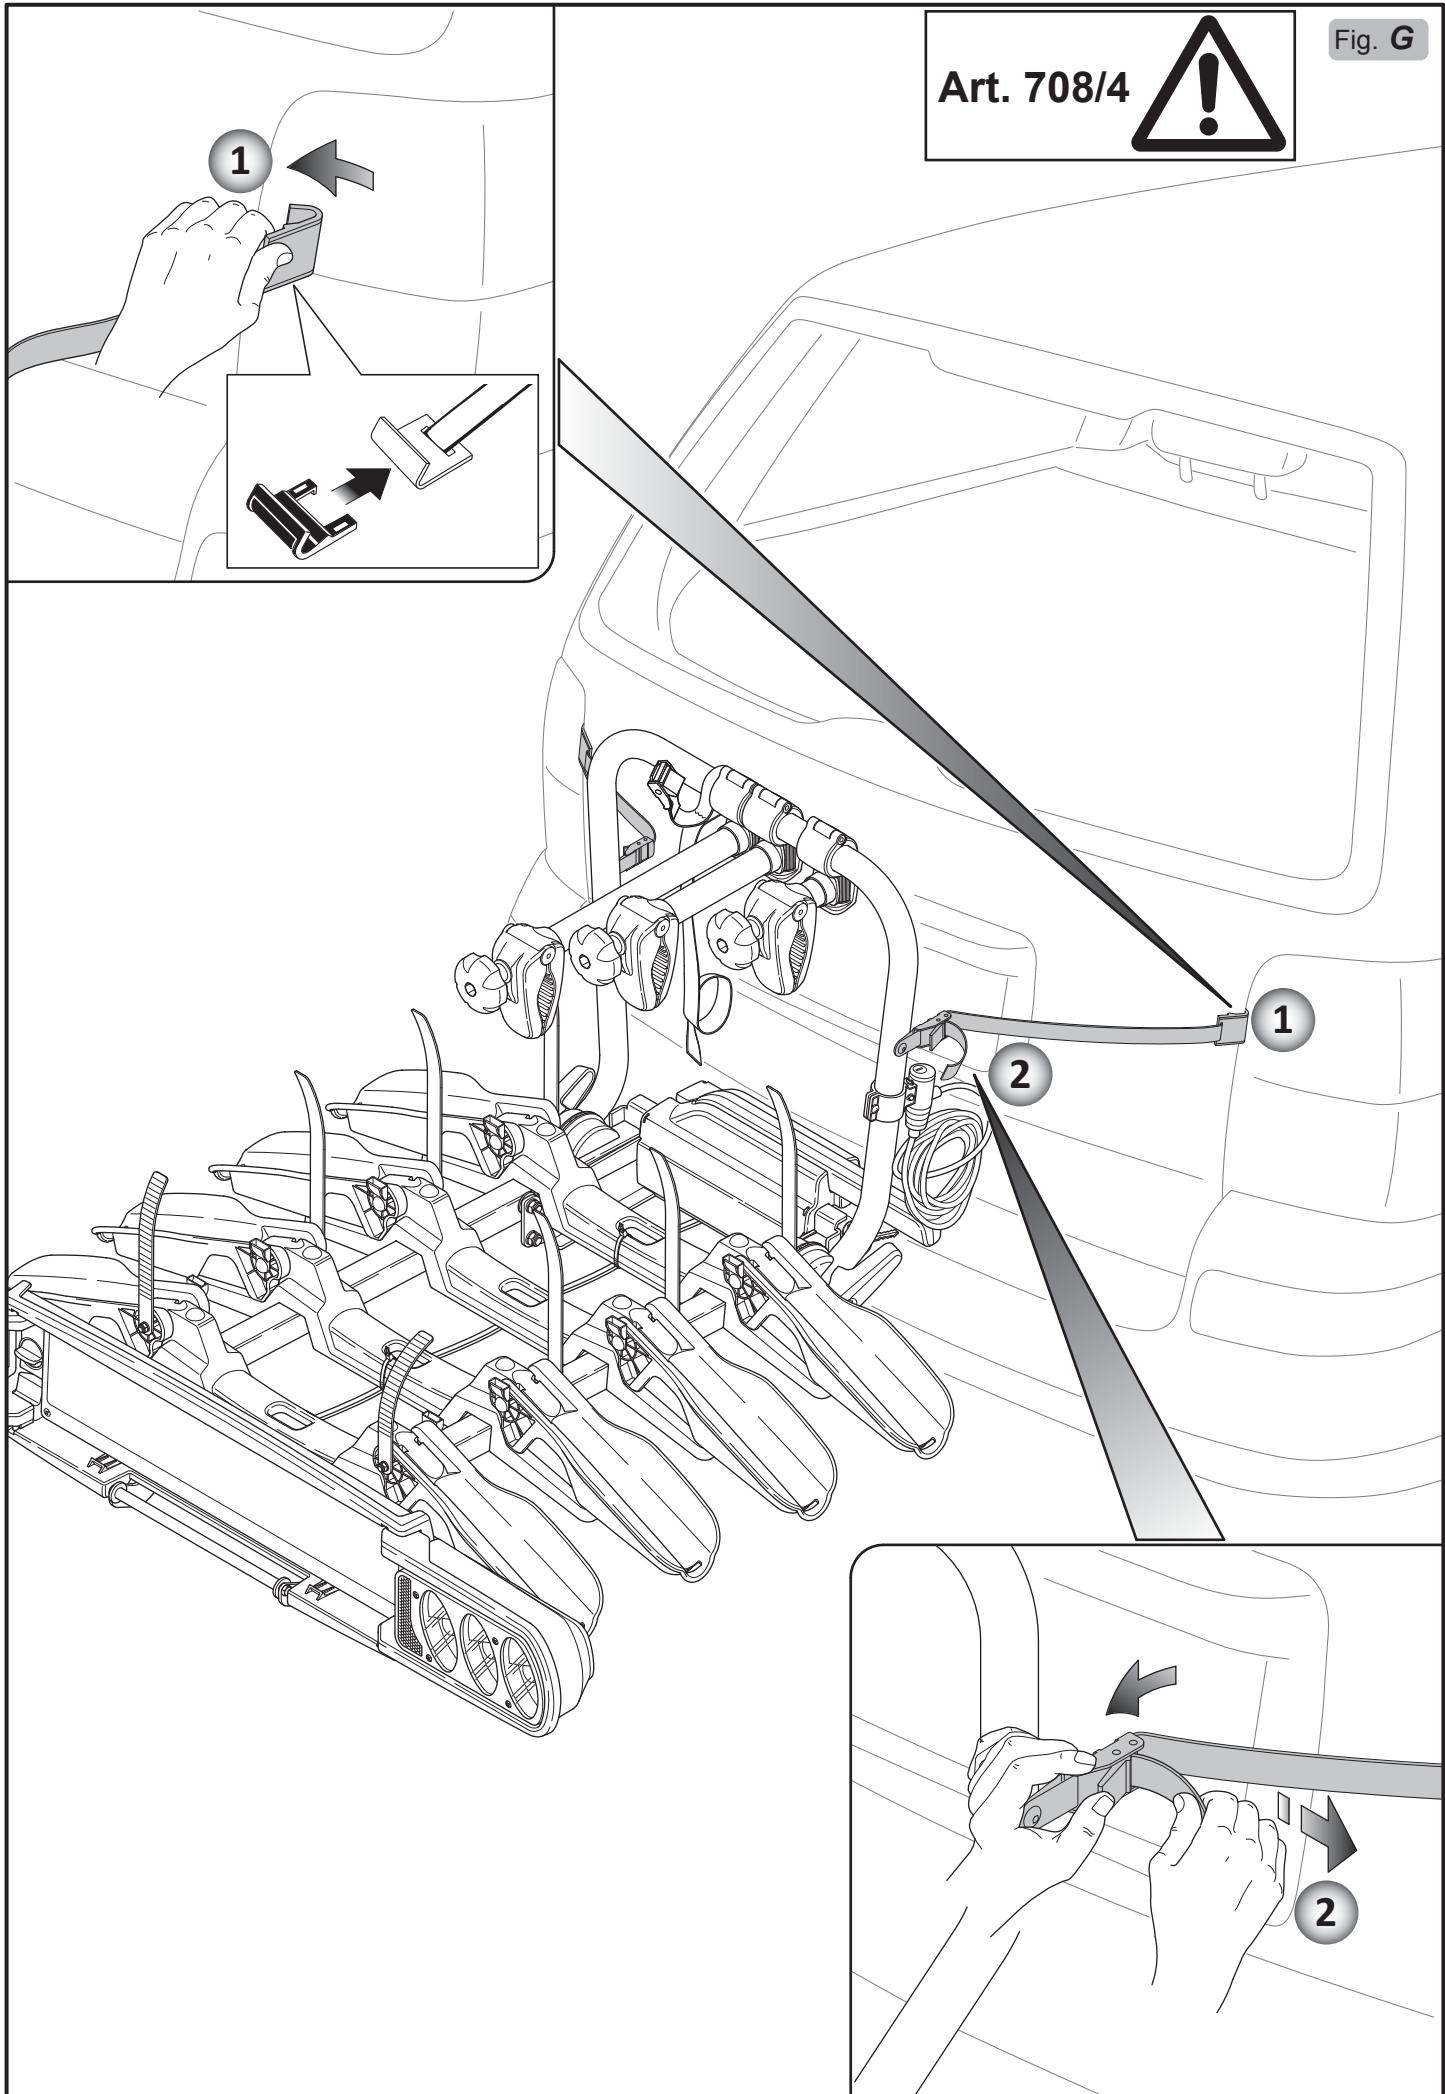

Fig. H2
**IMPORTANT:** For safe transportation of the load the bike carrier is supplied trap for tying es to the fixing arch . Check that the belt is mounted correctly by pulling on it (**4 Fig. H2**).
**WICHTIG:** Für den sicheren Transport der Last ist der Fahrradträger mit einem Riemen ausgestattet, mit dem alle Fahrräder am Befestigungsbügel festgezurrt werden müssen. Vergewissern Sie sich durch ausreichendes Spannen des Riemens, dass dieser korrekt montiert ist (**4 Abb. H2**).